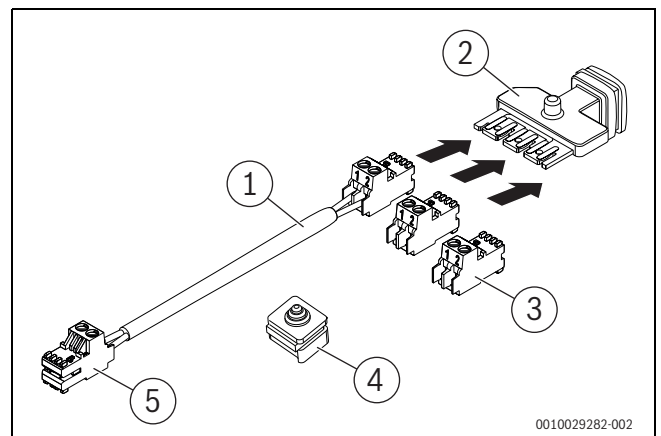

Bild 101 Lieferumfang Zubehör CS 37
- ▶ Kabel (→ Bild 101, [1]) mit Stecker an die EMS-BUS-Leiste (→ Bild 101, [2]) stecken.
- ▶ Beide Stecker (→ Bild 101, [3]) auf die Steckplätze der EMS-BUS-Leiste (→ Bild 101, [2]) stecken.
- ▶ EMS-BUS-Leiste (→ Bild 101, [2]) mit den Steckern nach unten in die Öffnung für die Kabeldurchführungen einsetzen.
- ▶ Mitgelieferte Kabeldurchführung (→ Bild 101, [4]) einsetzen.